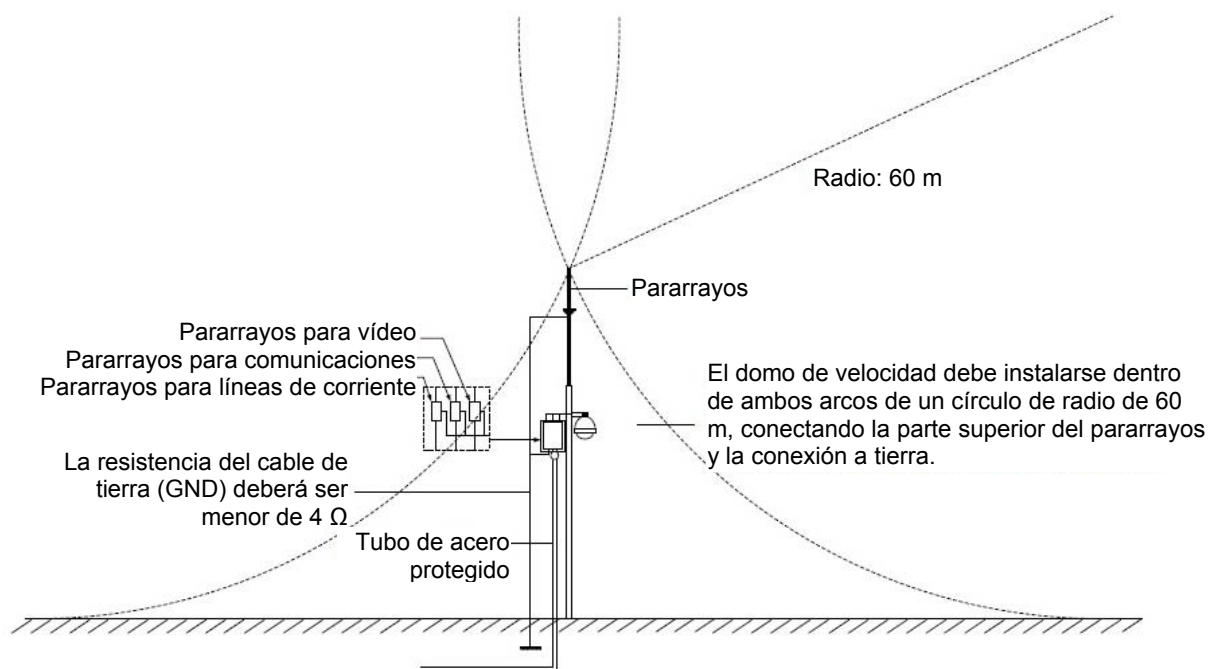

Figura 4–1
- El sistema debe de utilizar un cableado equipotencial. El dispositivo de toma de tierra deberá satisfacer la eliminación de interferencias y además cumplir con el código nacional de seguridad eléctrica. El dispositivo de tierra no deberá cortocircuitar la línea neutral (N) de la malla de alta tensión ni mezclarse con otros cables. Cuando el sistema se conecte solo a tierra, la resistencia del circuito de tierra no deberá superar los  $4 \Omega$  y la sección del cable deberá ser inferior a  $25 \text{ mm}^2$ . Consulte la Figura 4–1.